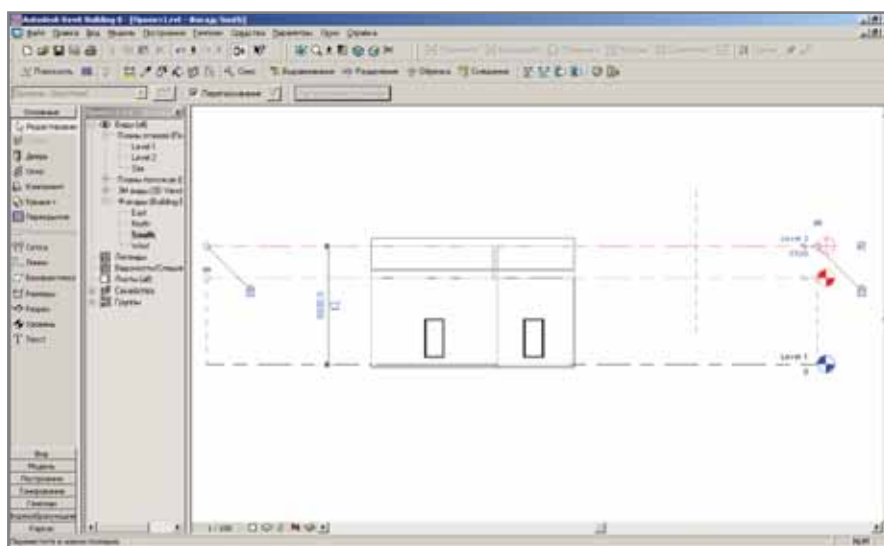

Рис. 11. Перемещая пунктирную линию второго этажа, мы автоматически перемещаем крышу и присоединенные стены
6. Используя инструмент *Редактировать (Modify)*, выберите пунктирную линию второго этажа и перетащите ее вверх на 1500 мм, как показано на рис. 11.